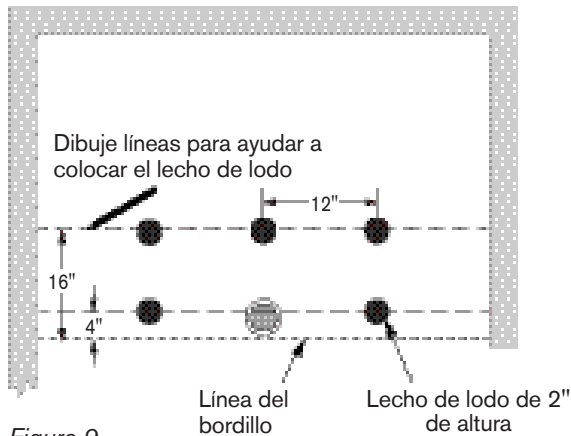

Figura 9
- 12 Antes de aplicar el lecho de lodo, marque el piso con el patrón y los espacios que se muestran a continuación. (Figura 9)